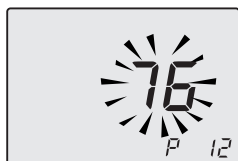

Figura 7.16
- Scorrere i vari parametri utilizzando i tasti 18 o 19 fino a far apparire sul display LCD le lettere **P12** e il valore del parametro (75=M260MR.2025 SM/T e 81=M260MR.2530 SM/T), indicanti l'entrata nel "parametro 12" (Figura 7.16).